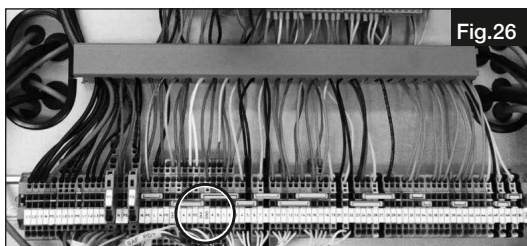

Fig.26
3. Connecter le câble de la commande à distance aux bornes entourées (Fig.26) dans le coffret électrique (voir schéma de raccordement).